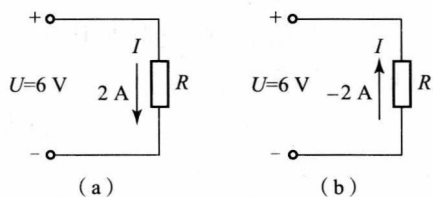

图 1-1-9 例 1-1-2 的图
【例 1-1-2】 电路如图 1-1-9 所示, 电阻 R 的电压、电流的大小及参考方向均已标在图中, 求电阻 R 。
(1) 对图 1-1-9 (a) 有 $U = IR$, 所以:
(2) 对图 1-1-9 (b) 有 $U = -IR$, 所以